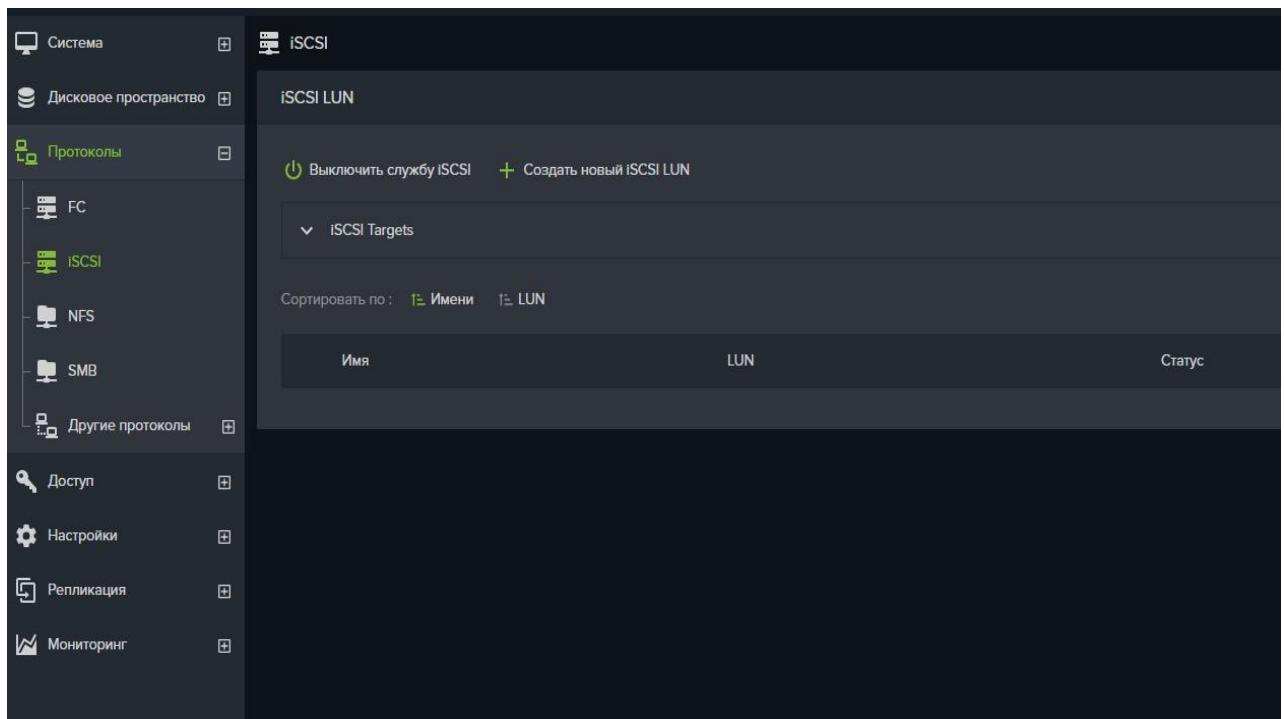

Рисунок 49 – Настройка iSCSI
1. Перейти на вкладку меню «Протоколы» → «iSCSI» (см. Рисунок 49).